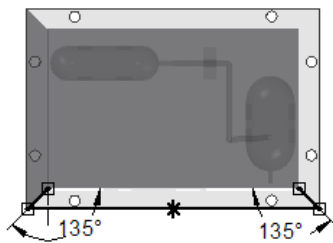

图 8.12.13 编辑草图
(4) 定义弯边尺寸。单击“轮廓步骤”按钮, 编辑草图尺寸如图 8.12.13 所示, 单击按钮, 退出草图绘制环境。